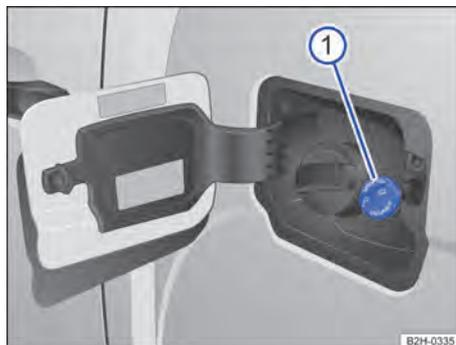
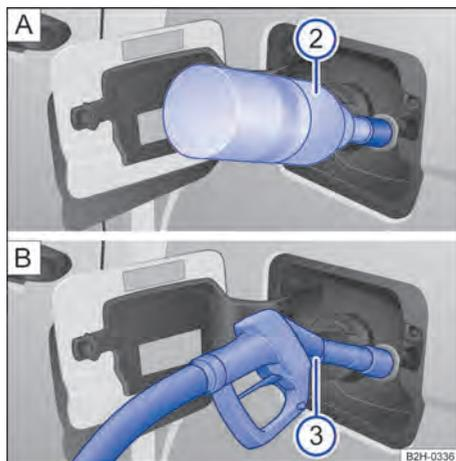

Fig. 136 Atrás da portinhola do tanque: tampa do tanque para AdBlue.
Fig. 137 Atrás da portinhola do tanque: abastecer com AdBlue com a **A** frasco de reabastecimento ou **B** pistola da bomba de combustível.
Legenda para Fig. 136 e Fig. 137:
O bocal de abastecimento de AdBlue® se encontra atrás da portinhola do tanque, ao lado do bocal de abastecimento de combustível → Fig. 136.
- Colocar o frasco de reabastecimento no bocal de enchimento de AdBlue® e girar firmemente com a mão o bocal de enchimento → Fig. 137 [A].
- O reservatório de AdBlue® está completo quando não fluir mais AdBlue® do frasco de reabastecimento → ①.
- Mantenha o cabo da pistola da bomba de AdBlue® para baixo a fim de garantir um abastecimento ideal → Fig. 137 [B].
- O reservatório de AdBlue® está cheio assim que a bomba de combustível se desliga pela primeira vez → ①.